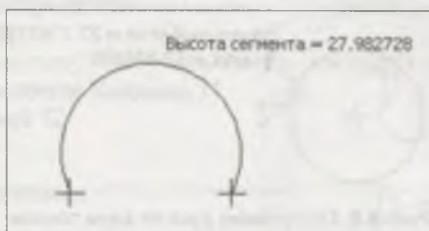

Рис. 6.10. Построение дуги по трем точкам
- ♦ щелкните ЛК мыши в любом месте. Это будет точка **t2**, и через нее должна пройти дуга (рис. 6.10);